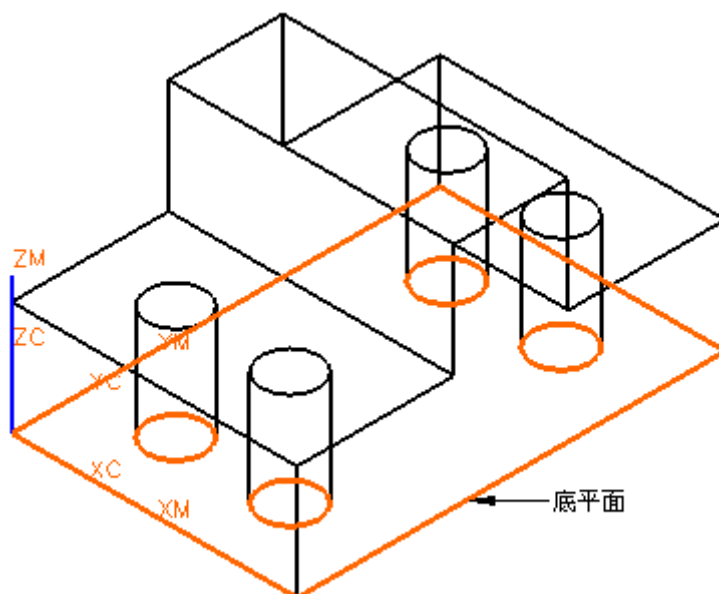

图 7-19
- 在图 7-17 中，单击避让，分别选择孔 2 和孔 3 作为避让的开始点和结束点，此时将打开如图 7-19 所示的避让选项对话框。